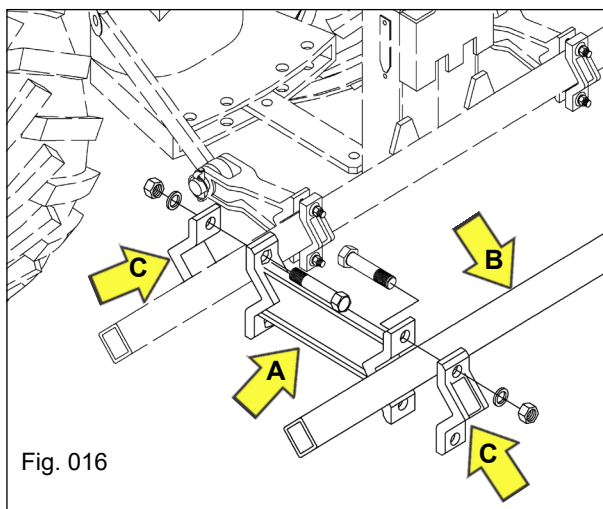

Fig. 016
- Faça a montagem do suporte de fixação ("A" Fig. 016), fixando-o entre a barra porta ferramentas e o tubo quadrado ("B" Fig. 016) através das braçadeiras ("C" Fig. 016).